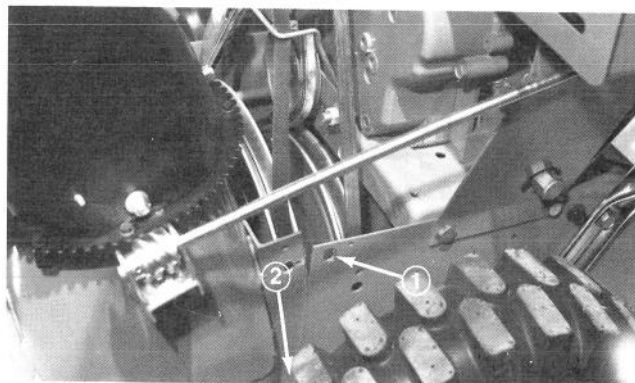

Fig. 37
3. Fjern de to øverste flangeskruer og løs de to nederste låsemøtrikker, der holder indsamlingsskruens hus og trækenheden sammen-spændte (Fig. 37).
5. Sammenspænd indsamlingsskruens hus og trækenheden ved at sætte hullerne i toppen ud for hinanden og skru de to flangeskruer i (Fig. 37). Spænd de to flangeskruer og de to nederste låsemøtrikker (Fig. 37).